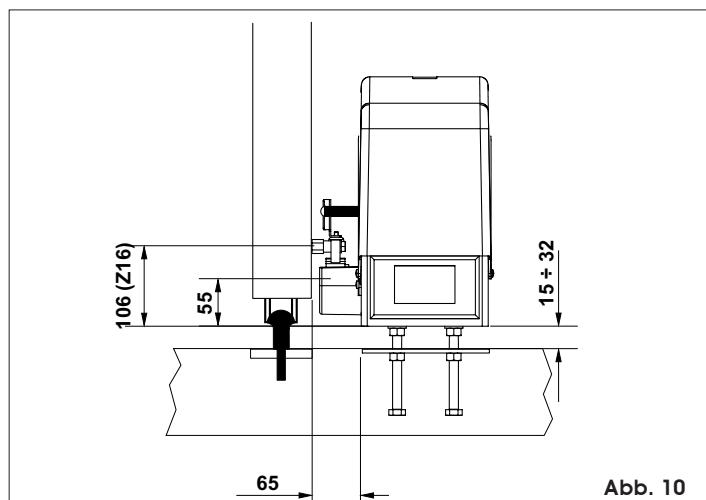

Abb. 10
- Die Höhe der Stützfüße und den Abstand zum Tor unter Bezugnahme auf Abb. 10 einstellen. **Anmerkung:** dieser Vorgang ist für die korrekte Befestigung der Zahnstange und für die Möglichkeit eventueller neuer Höheneinstellungen des Motors in der Zukunft erforderlich.